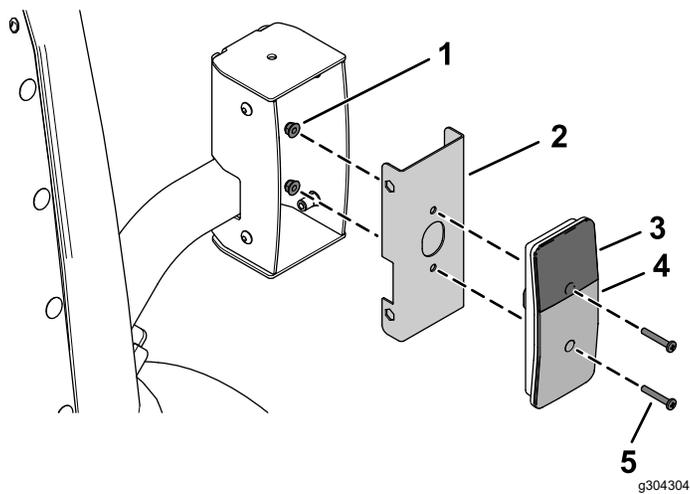
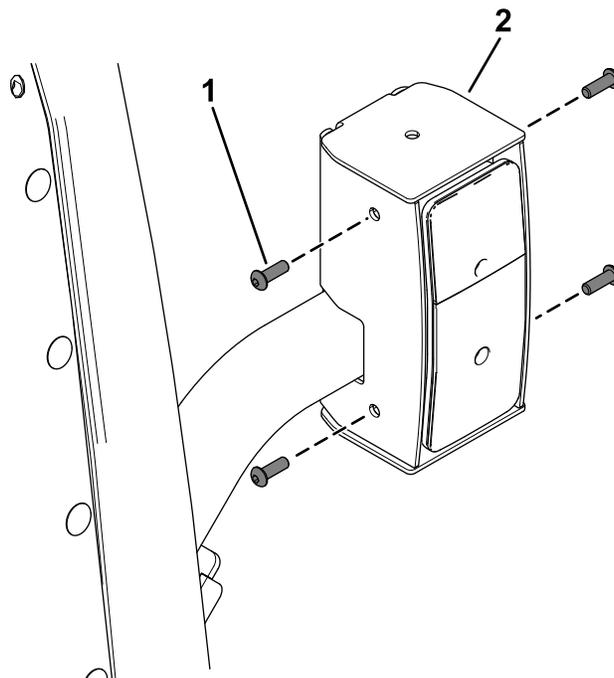

Figura 28
Figura 29
6. Sujete las luces traseras a los conjuntos de montaje interiores usando 4 tornillos de cabeza redonda (Nº 10 x 1¼") y 4 tuercas con arandela prensada (Nº 10), como se muestra en la Figura 28.
9. Sujete las luces traseras ensambladas a los alojamientos de las luces traseras usando 8 pernos de cabeza de botón (1/4" x 3/4"), como se muestra en la Figura 29.
Asegúrese de instalar las luces traseras con la lente amarilla encima (Figura 28 y Figura 29).